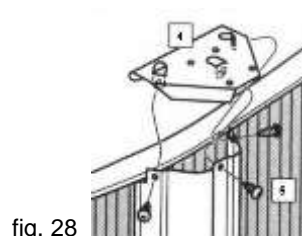

fig. 28
Ponga una placa superior T2 (4) encima del borde superior de la pared de la piscina y sobre el perfil vertical (VER), con las lengüetas en el interior del perfil, fig. 28.
Alinee los orificios para colocar los tornillos TO2 (6), fig. 28, en los tres agujeros del perfil vertical, asegurándose que se fijan en los agujeros de las lengüetas de la placa T2 (6), fig. 28.